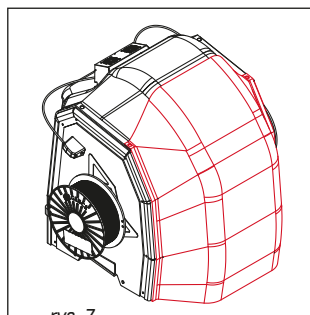

rys. 6
7. Wepnij przewody doprowadzające filamenty do ekstrudera T0 i ekstrudera T1 (rys. 6). W tym celu:
- wsuń przewód doprowadzający do otworu złączki (rys. 6, **krok 1**). Upewnij się, że przewód doprowadzający został wsunięty do końca (około 2 cm, do wycucia oporu),
- załóż blokadę w kształcie litery C (rys. 6, **krok 2**).